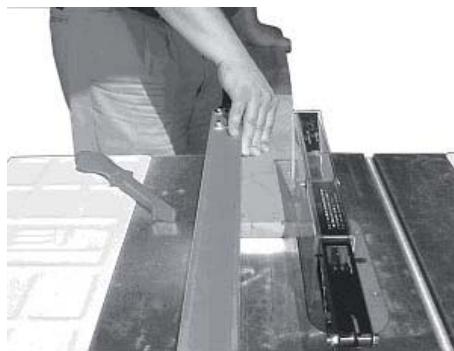

Рис. 28
- При поздовжньому розпилі заготовка подається поздовжнім напрямком до пильального диску, використовуючи спрямовуючу лінійку у якості паралелі та розташовуючи пристрій таким чином, аби переконатися у потрібній ширині заготовки (рис. 28).